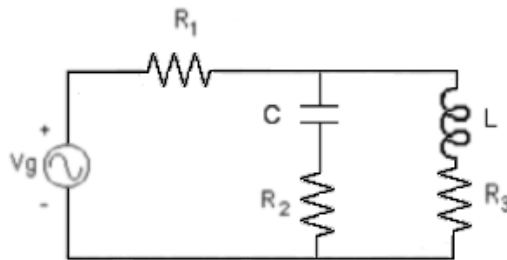

Figura 3.- Circuito para análisis en régimen sinusoidal permanente
- 5.- Haga los cálculos teóricos correspondientes y realice el análisis TRANSIENT del circuito de la Figura 3 para determinar la magnitud del voltaje y de la corriente en la rama capacitiva (formada por el condensador y la resistencia R_2 en serie). Determine con la mayor precisión posible a partir de la gráfica el desfase entre ambas señales, ayudándose de las herramientas que ofrece el programa. (Nota: Como la escala de la corriente puede ser mucho menor que la del voltaje sobre el condensador cuando se colocan en la misma gráfica, para determinar el desfase puede hacerlo graficando el voltaje en el condensador y el voltaje sobre R_2 , ya que el voltaje y la corriente en la resistencia tienen la misma fase).
- 6.- Haga los cálculos teóricos correspondientes y realice el análisis TRANSIENT del circuito de la Figura 3 para determinar la magnitud del voltaje y la corriente de la rama inductiva (formada por la inductancia y la resistencia R_3 en serie). Determine el desfase entre ambas señales.
- 7.- Haga los cálculos teóricos correspondientes y realice el análisis TRANSIENT del circuito de la Figura 3 para mostrar el voltaje y la corriente de la impedancia en paralelo (voltaje sobre la impedancia en paralelo y corriente en R_1). Determine el desfase entre ambas señales.